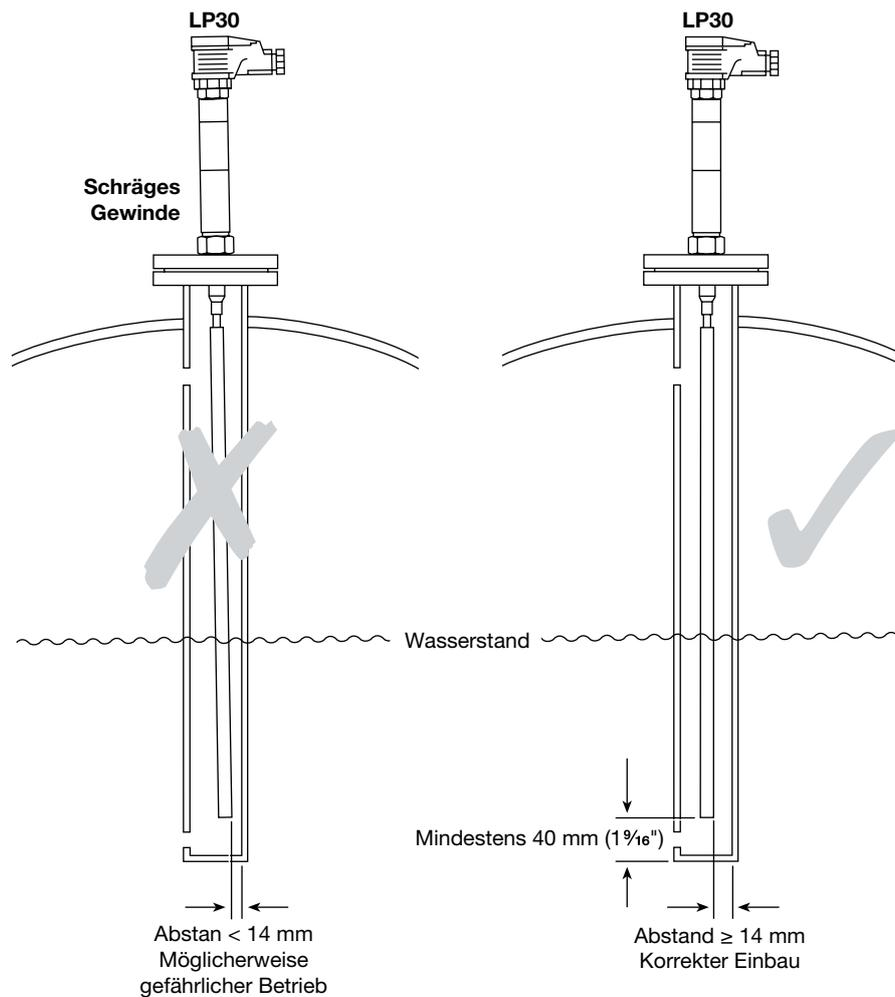

Bild 9
- Schutzrohr nicht breit oder lang genug (das Schutzrohr sollte mindestens 40mm länger als der Elektrodenstab sein, siehe Bild 9).